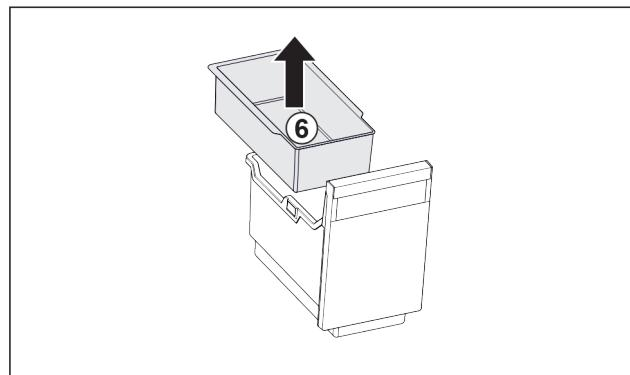

Fig. 29
- Vzemite ven Fig. 29 (6) obešalno skodelico.